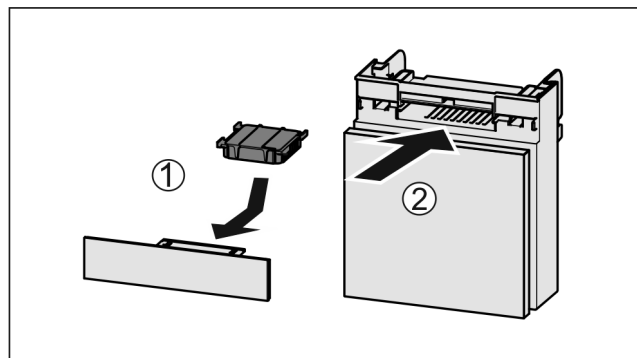

Fig. 138
- Aktivni ogljeni filter vstavite Fig. 138 (1) skladno s prikazom na sliki.
- Aktivni ogljeni filter se zaskoči. Če je aktivni ogljeni filter obrnjen navzdol: Predal potisnite noter Fig. 138 (2).